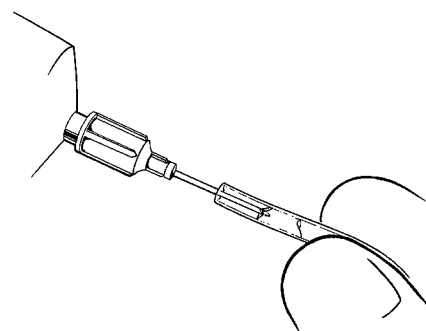

Fig. 4-22. Spola slangen
3. Spola slangändarna (se fig. 4-22) med hjälp av en trubbig 0,72 mm y.d. (22 G) kanyl och vanlig steril saltlösning för att avlägsna partiklar och luft före anslutning.